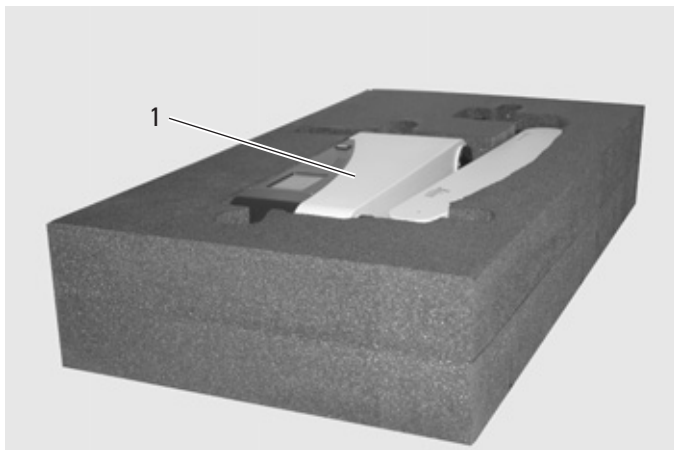

Bild 1
- ⇒ Kiste mit Schwenkarm öffnen und Schwenkarm (1) aus der Kiste nehmen (Bild 1).